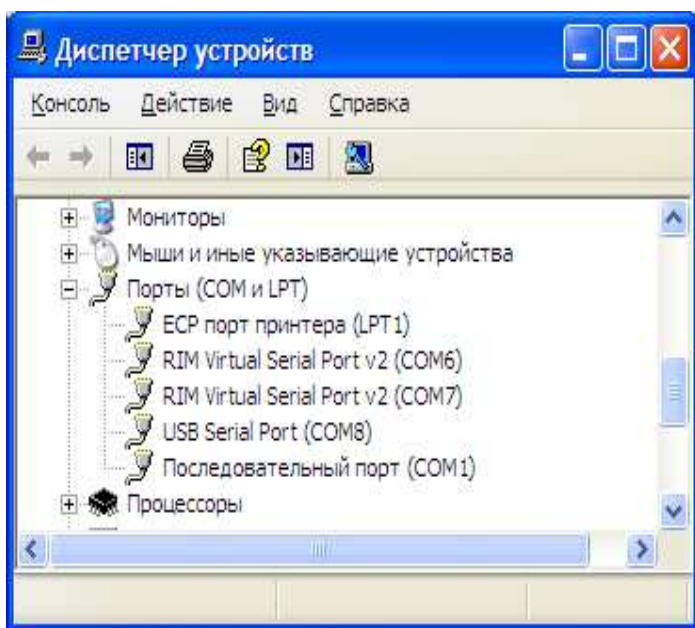
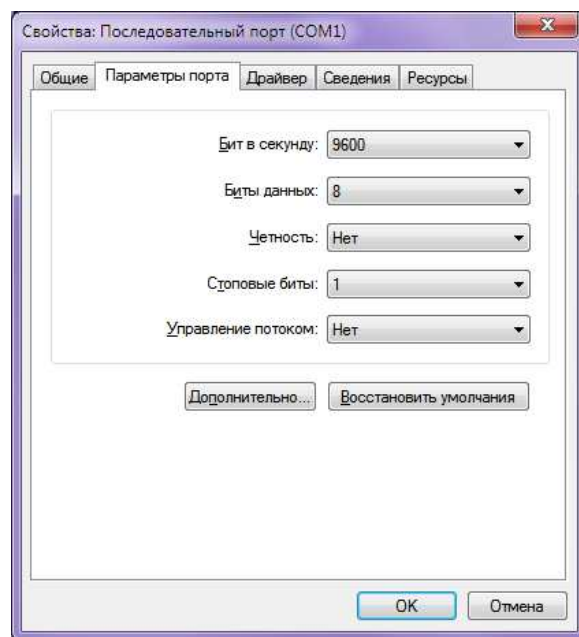
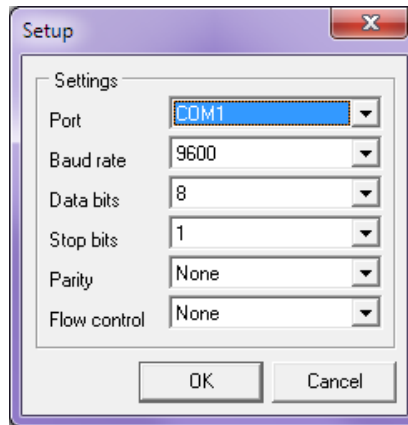

Рисунок 1
Рисунок 2
Рисунок 6
3.1.1 В «Диспетчере устройств» ПЭВМ (рисунок 1) курсором мыши выбрать COM-порт, к которому подключено УС-ППК и правой кнопкой мыши выбрать "Свойства". Далее, в открывшемся окне выбрать вкладку "Параметры порта" и нажать кнопку "Дополнительно" (рисунок 2).
Нажмите «Настройки» в главном меню окна и, в соответствии с записью в диспетчере устройств ПЭВМ (рисунок 1), произведите настройку COM-порта (рисунок 6):